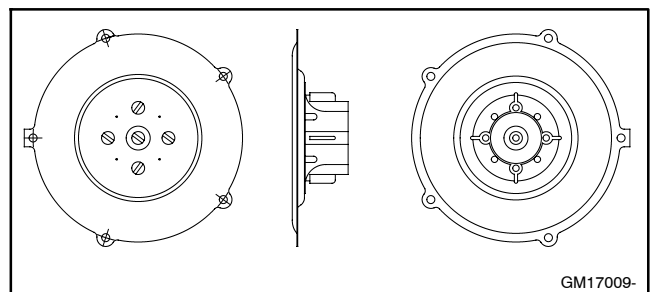

Figura 9-23 Diafragma de combustible
- b. Remover la tapa del mezclador de combustible y el diafragma del combustible de gas natural. Consulte la Figura 9-23. Guardar el diafragma de gas natural para una posible futura conversión de vuelta al gas natural.